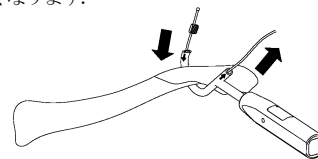

図1
- 1) ケーブルパッサーSを使用し、鎖骨周りにケーブルを通します。ケーブルパッサーは前方より後方へ通して下さい。ケーブルパッサーの先端の矢印マーキングよりケーブルを通します。(図1) ケーブルパッサー持ち手側よりケーブルを通さないで下さい。締結器があるためケーブルパッサーが抜けなくなります。